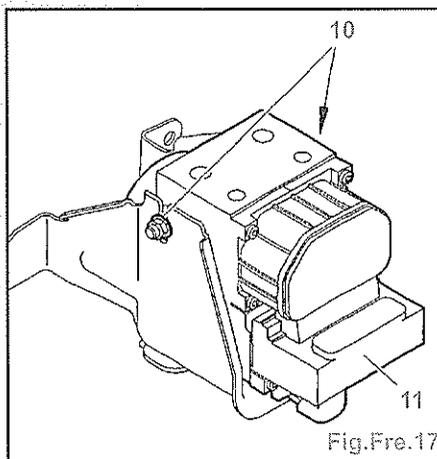
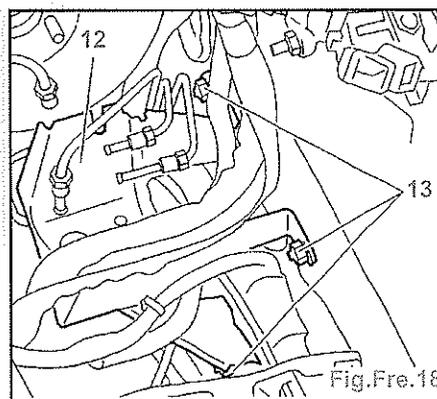
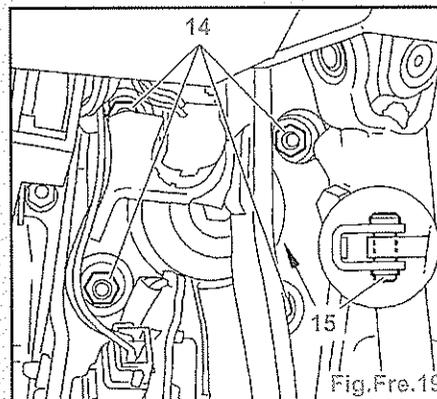

Fig.Fre.17
Fig.Fre.18
Fig.Fre.19
- Déposer (Fig.Fre.17) :
- les écrous (10),
- le bloc hydraulique (11).
- Déposer (Fig.Fre.18) :
- les écrous (13),
- le support bloc hydraulique (12).
- Déposer l'axe (15) maintenu par une agrafe élastique (Fig.Fre.19).
- Déposer les écrous (14).
- la garniture inférieure (2) (verrou 1/4 tour),
- le cache (3).
- l'axe (15) maintenu par une agrafe élastique (Fig.Fre.19),
- les écrous (14),